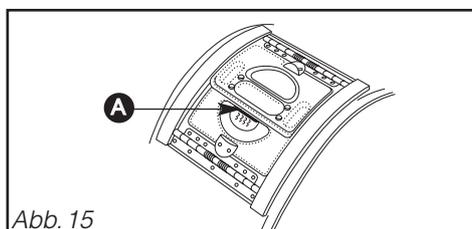

Abb. 15
**Die Trommel ist richtig verriegelt, wenn die blaue Litze **A** des Druckknopfes gut sichtbar ist (Abb. 15).**